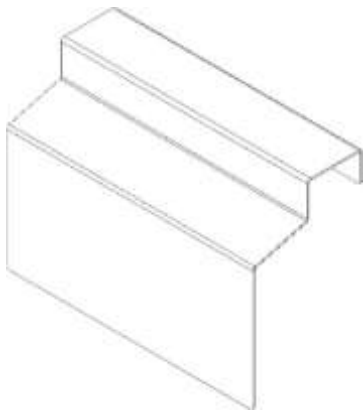

Рисунок 3
2.4.10. Перед заливкой свежего масла фритюрницу следует вычистить и вымыть. Для этого следует снять защитный экран (рисунок 3). Соблюдайте осторожность, избегая повреждения рабочих органов изделия.